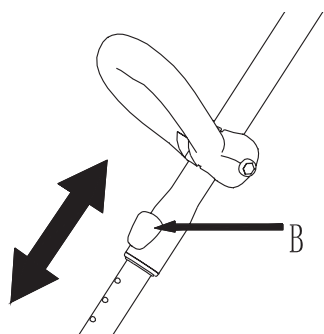

Fig. 7
2. Poussez le bouton d'ajustement de longueur du manche (B) et déplacez le manche vers le haut ou vers le bas, à la hauteur désirée. (Fig. 7)